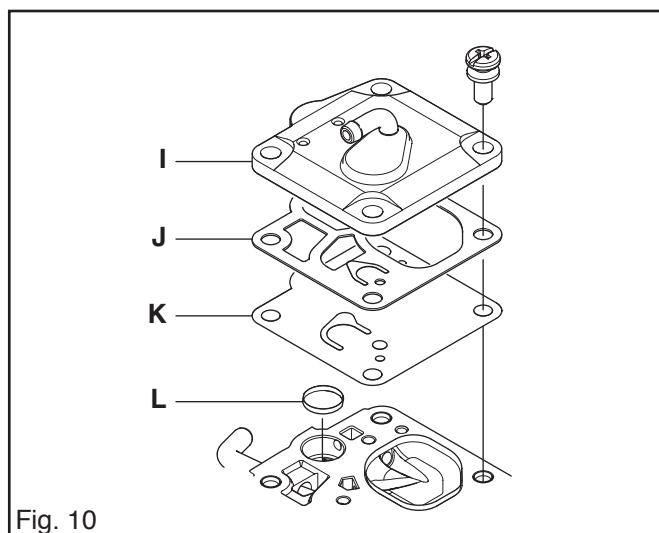

Fig. 10
9. Retirez le couvercle (I) de l'unité de pompage, puis retirez délicatement le joint (J) et la membrane de pompe (K). Voir fig. 10.
10. À l'aide d'une aiguille ou d'un instrument similaire, soulevez délicatement le filtre à carburant (L). Voir fig. 10.
4. Le filtre à carburant est en parfait état. Voir L, fig. 10.